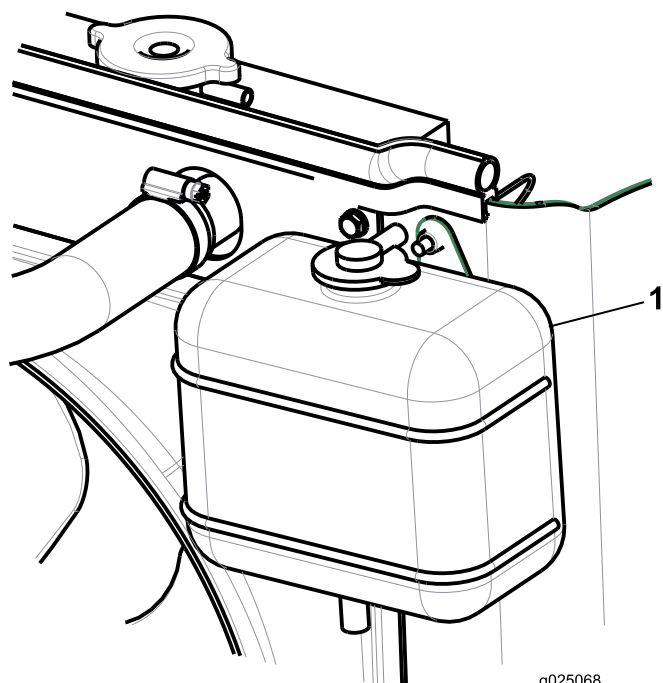

Bild 26
- Prüfen Sie den Kühlmittelstand im Ausdehnungsgefäß (Bild 26).